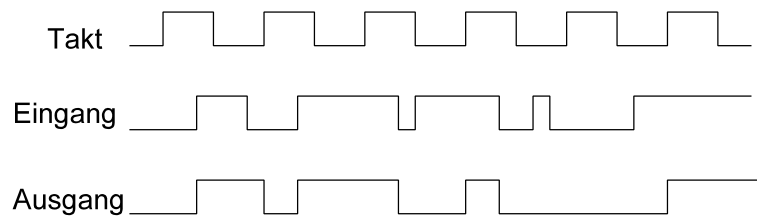

Abb. 15
15. An einem Schaltkreis, der ein Register enthält, messen Sie die in Abb. 15 gezeigte Signalfolge. Handelt es sich dabei um ein D-Flipflop- oder um ein Latch-Register? (Kurze Begründung.)